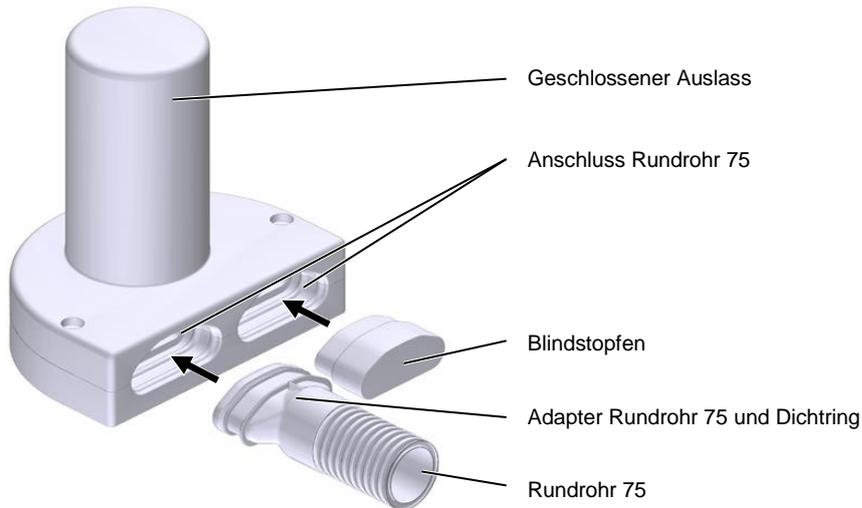

Abb. 13 Abluftelement
- Verschließen Sie bei Verwendung mit nur einem Rundrohr den zweiten Anschluss mit einem Blindstopfen (siehe Abb. 13).